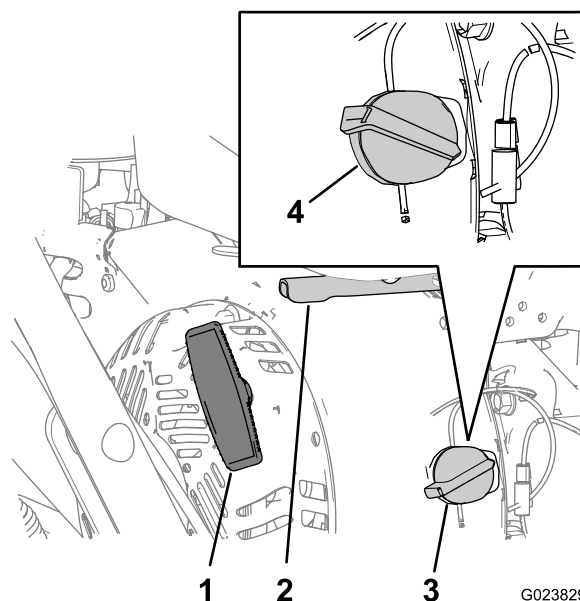

Рисунок 10
1. С правой стороны двигателя поверните двухпозиционный переключатель двигателя по часовой стрелке в положение ВКЛ. (Рисунок 10).
3. Установите рычаг дроссельной заслонки, расположенный сзади, с правой стороны двигателя, посередине между положениями МЕДЛЕННО и БЫСТРО (Рисунок 10).
4. Медленно вытягивайте рукоятку механического стартера, пока не почувствуете сопротивление, затем прекратите тянуть (Рисунок 10).
2. Установите рычаг дроссельной заслонки посередине между положениями МЕДЛЕННО и БЫСТРО (Рисунок 10).
двигателя в положение ВЫКЛ., чтобы заглушить двигатель (Рисунок 10).